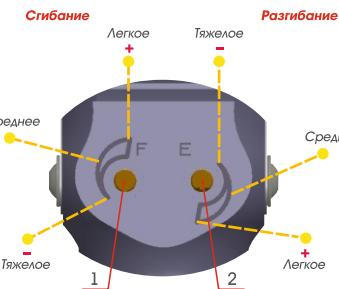

Рис.6
- регулировочный дроссель 1 установить в зону легкого сгибания (рис.6);
- регулировочный дроссель 2 установить в зону легкого разгибания (рис.6).
- регулировочный дроссель 1 установить в зону среднего сгибания (рис.6);
- регулировочный дроссель 2 установить в зону среднего разгибания (рис.6).
- регулировочный дроссель 1 установить в зону тяжелого сгибания (рис.6);